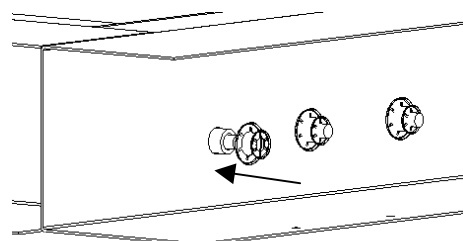

Bild 5
7. Stahlrohre und Rollstäbe werden mit Sicherungsscheiben gegen Herausziehen gesichert (Bild 5).